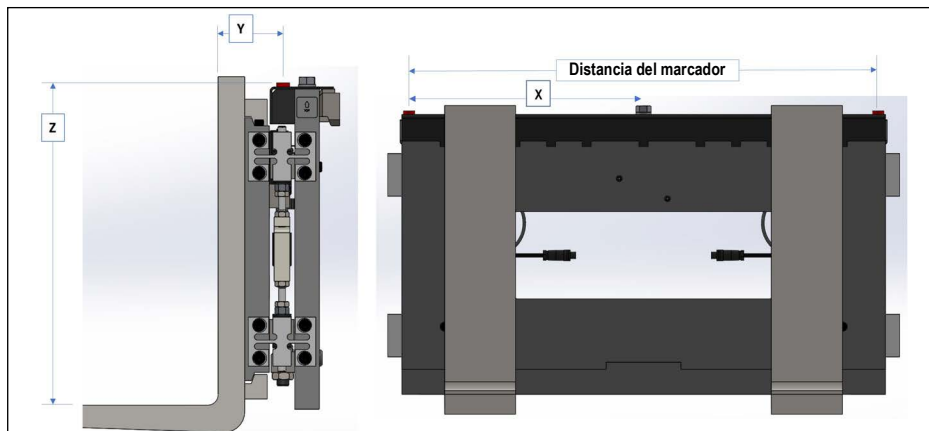

Figura 3-34. Diagrama de medidas del carro
**NOTA:** La Figura 3-34 identifica las medidas definidas en la base de datos de carretillas elevadoras una vez instalado un soporte. Los valores que figuran a continuación se introducen en la base de datos de carretillas elevadoras en mm.